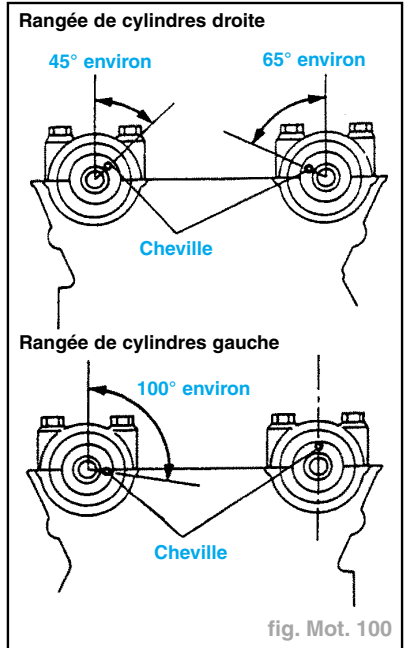

fig. Mot. 100
- Poser les arbres à cames avec les chevilles dans la position indiquée ci-contre (fig. Mot. 100).